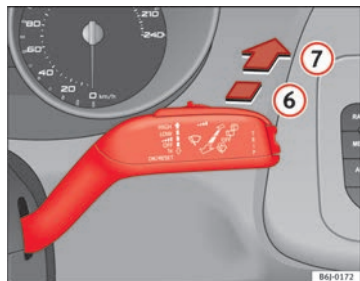

Fig. 68 Manípulo do limpa/lava-vidros: limpa-vidros traseiro
- Pressionar o manípulo para a frente, até ao engate ⑥ ⇒ Fig. 68. O limpa-vidros deve movimentar-se em intervalos de 6 segundos.
- Pressionar o manípulo totalmente para a frente, até à posição ⑦ ⇒ Fig. 68. As escovas e o lava-vidros funcionam simultaneamente. Enquanto se mantiver o manípulo nesta posição, o lava-vidros continua a funcionar.